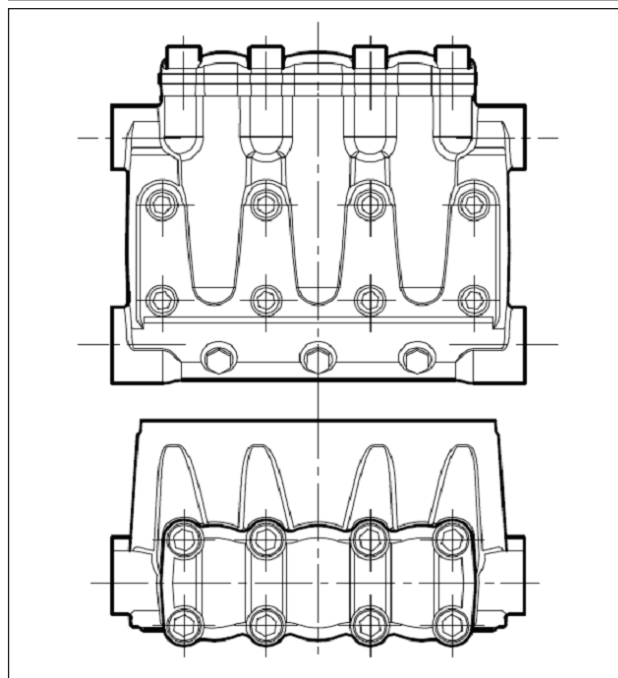

Рис. 34
** Винты крепления торца (поз. на детализировочном чертеже 39) нужно затягивать динамометрическим ключом в порядке, указанном на схеме на Рис. 34.
*** Винты крепления крышки клапанов (поз. на детализировочном чертеже 41) нужно затягивать динамометрическим ключом в порядке, указанном на схеме на Рис. 34.